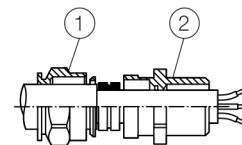

Figura 2: Serraggio dei pressacavi con filettatura
Il grado di protezione IP 66 / 67 si ottiene montando la guarnizione di neoprene nero tra il pressacavo con filettatura e l'alloggiamento e rispettando la coppia di serraggio di 3,6 Nm (**Figura 2**, pos. ②).
5. Stringere il pressacavo con filettatura finché l'anello di tenuta non lo serri correttamente (**Figura 2**, pos. ①). Non serrare di oltre 1,5-la coppia indicata sull'alloggiamento (vedere le istruzioni di montaggio del pressacavo con filettatura).